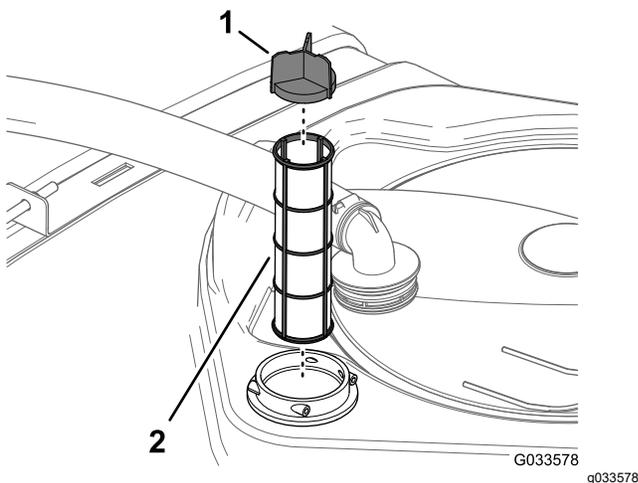

Bild 30
- Ziehen Sie das Saugsieb aus dem Filtergehäuse im Behälter (Bild 30).